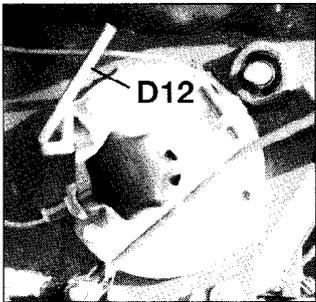

Fig. 13
In Stellung I und II (Feinsaat) muß das Grobdosierrad arretiert werden - mit Hebel D 12 (Fig. 13+14):
- Hebel „senkrecht“ einrasten (Fig. 13) - bei Dosierradstellung III